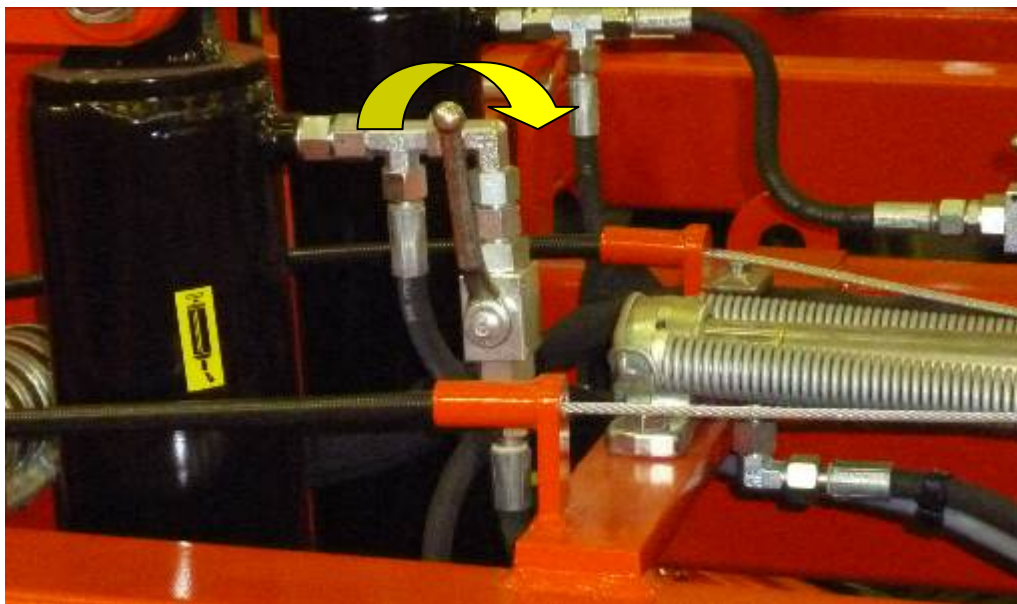

Рисунок 11.
- Закрывать кран подачи гидравлики к гидроцилиндрам подъема и опускания опорных колес (рис. 11).